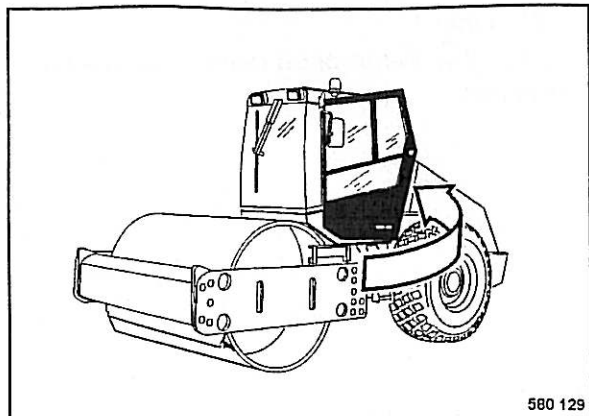

Fig. 37
- Cerrar la puerta de la cabina (Fig. 37).